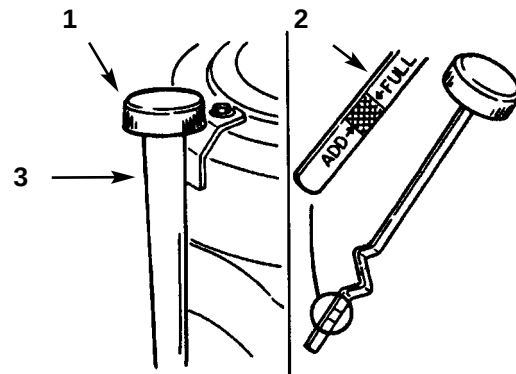

Fig. 32
3. Rengør omkring oliemålepinden (fig. 32), så snavset ikke kan falde ned i påfyldningshullet og beskadige motoren.
5. Skru oliemålepinden helt ned i påfyldningsrøret (fig. 32). Skru målepinden ud igen og se på metalenden. Hvis oliestanden er lav, skal man langsomt hælde nok olie ned i påfyldningsrøret til at løfte niveauet til "FULD" (FULL) mærket.